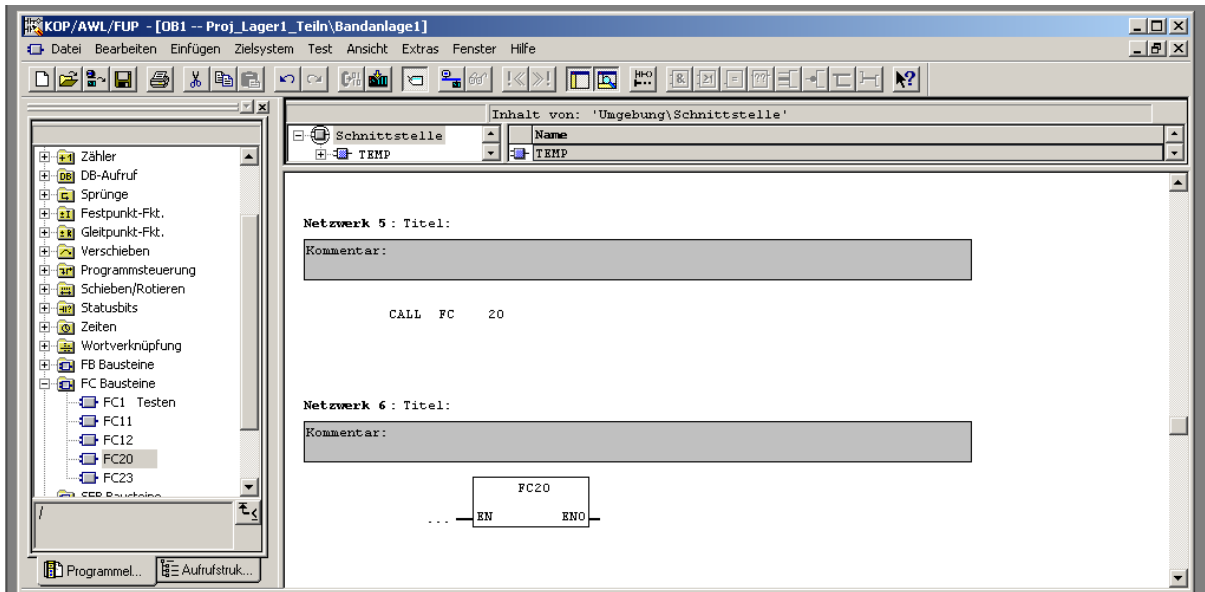

Bild 8-9: Abweichend von IEC 61131-3: Aufruf der Funktion in Step7 mit dem CALL-Befehl in AWL, darunter Aufruf in FUP
**Bild 8-9** zeigt den Aufruf der Funktion in FUP und AWL im Organisationsbaustein OB1 als eine mögliche Voraussetzung ihrer zyklischen Bearbeitung